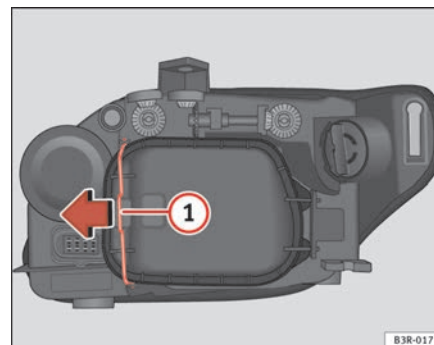

Fig. 195 Luci di posizione (lato esterno veicolo)
- Far scorrere il tirante ⇒ pag. 265, fig. 195 **1** nel senso della freccia e sfilare la copertura separando prima il lato del tirante ed estraendo dopo le due linguette dell'estremità opposta.